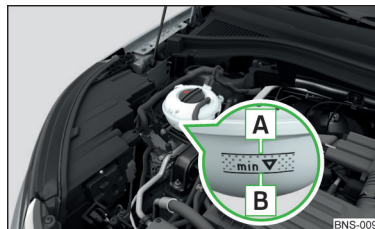

Abb. 333
Kühlmittelstand prüfen - der Kühlmittelstand muss zwischen den Markierungen **A** und **B** liegen » Abb. 333. Liegt der Kühlmittelstand unterhalb der Markierung **B**, das Kühlmittel nachfüllen.
Die **Spezifikation** des Kühlmittels ist auf dem Kühlmittelausgleichsbehälter aufgeführt » Abb. 333.
- Das Kühlmittel nicht über die Markierung **A** auffüllen » Abb. 333. Das Kühlmittel könnte bei Erwärmung aus dem Kühlsystem gedrückt werden - es besteht die Gefahr einer Beschädigung der Motorraumteile.